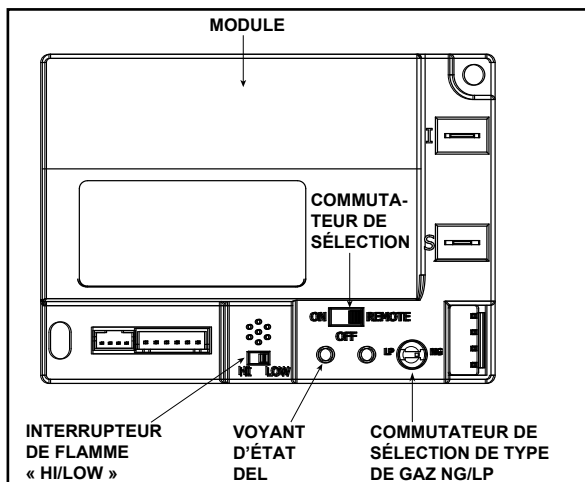

Figure 3.5 Module de commande
2. Localisez le bac à piles et insérez quatre piles AA. La polarité des piles doit être correcte pour éviter d'endommager le module. Voir la figure 3.5. Un schéma complet du câblage est inclus dans la section traitant de l'électricité, dans le manuel d'installation.
- Glissez le commutateur de sélection « ON/REMOTE/OFF » à la position « ON ». Voir la figure 3.5.
1. Le module de commande est équipé d'un commutateur de sélection « ON/OFF » « REMOTE » qui doit être réglé. Voir la figure 3.5.
2. Si un interrupteur mural câblé est utilisé quand le mode à « REMOTE » du module est activé, la hauteur des flammes peut être réglée au moyen du commutateur de sélection « HI/LO » du module. Voir la figure 3.5. Notez que le commutateur de sélection « HI/LO » est désactivé une fois la télécommande facultative (RC200/RC300) programmée pour utiliser le module de commande. Notez que le module de commande allume toujours le foyer à « HI » et continue à utiliser ce réglage pendant les 10 premières secondes de fonctionnement. Si le commutateur « HI/LO » est sur la position « LO », la hauteur des flammes deviendra automatiquement au réglage minimum après 10 secondes. Une fois ces 10 secondes écoulées, la hauteur de la flamme peut être ajustée entre « HI et LO » au moyen du commutateur.
- Localisez le module du commutateur de sélection. (Voir figure 3.5).
- Attendez cinq (5) minutes pour laisser les gaz se dissiper.